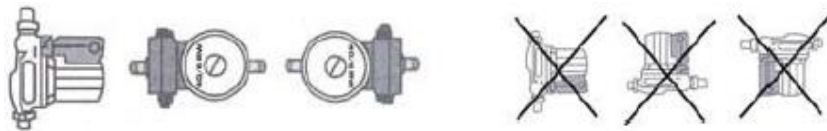

Fig. 1
- Em seguida, monte a bomba em local acessível para fácil manuseio ou remoção quando necessário. A bomba deve ser instalada com o eixo na posição horizontal, perpendicular ao chão, para garantir seu funcionamento correto. (Fig. 1)
É muito importante respeitar a posição de instalação indicada por este manual (Fig.1), pois, de outra maneira, haverá danificação nas buchas e o sensor automático de fluxo não funcionará.